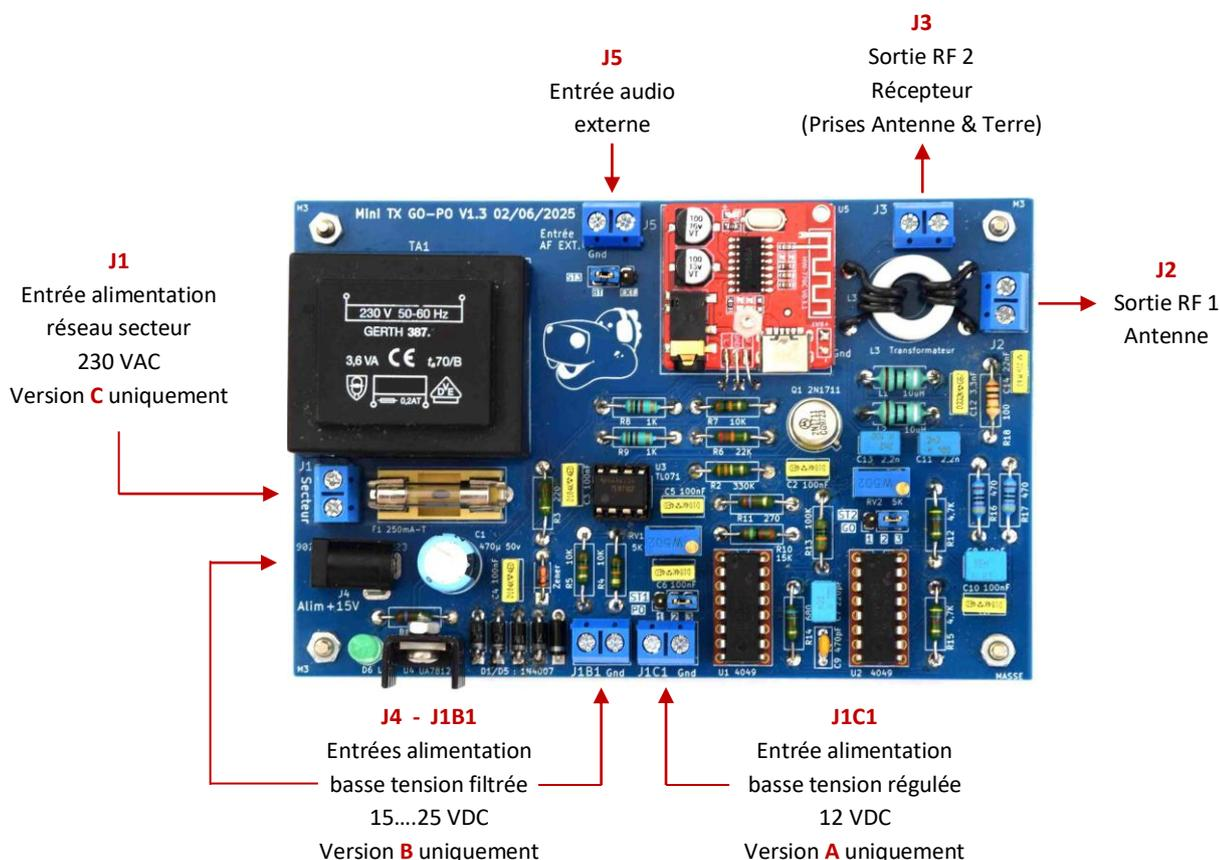

Figure III-03 : repérage des connecteurs (pour l'illustration, le module est câblé ici en toutes versions).
La figure III-03 ci-après indique la position et la fonction des différents connecteurs de raccordement du module **MiniTx PO-GO**.
Comme le montre la figure III-03 ci-avant, le raccordement de l'alimentation basse tension via un bloc délivrant une tension continue filtrée de 15 à 25 V peut s'effectuer via deux connecteurs : un bornier à vis (**J1B1**) ou un connecteur au format standard des alimentations de basse tension (**J4**). Figure III-04 ci-contre.
- 1 / Par couplage RF totalement isolé via la sortie RF 2 disponible sur le bornier à vis **J3** (repérage du bornier en figure III-03).
- 2 / Par rayonnement via une antenne filaire raccordée à la sortie RF 1 disponible sur le bornier à vis **J2** (repérage du bornier en figure III-03).